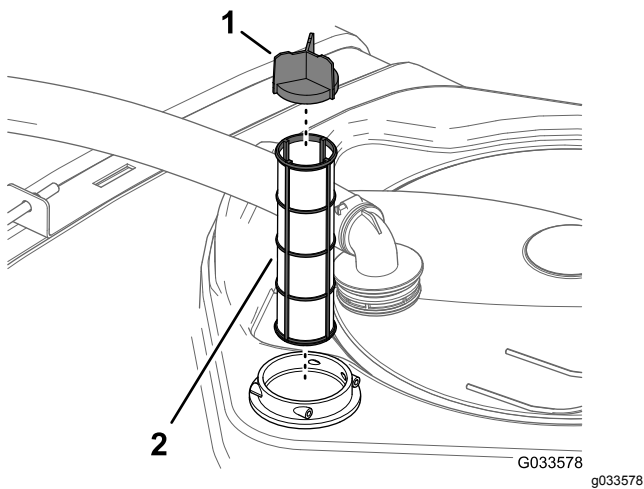

Рисунок 96
4. Извлеките старый фильтр линии всасывания из его корпуса в баке (Рисунок 96).